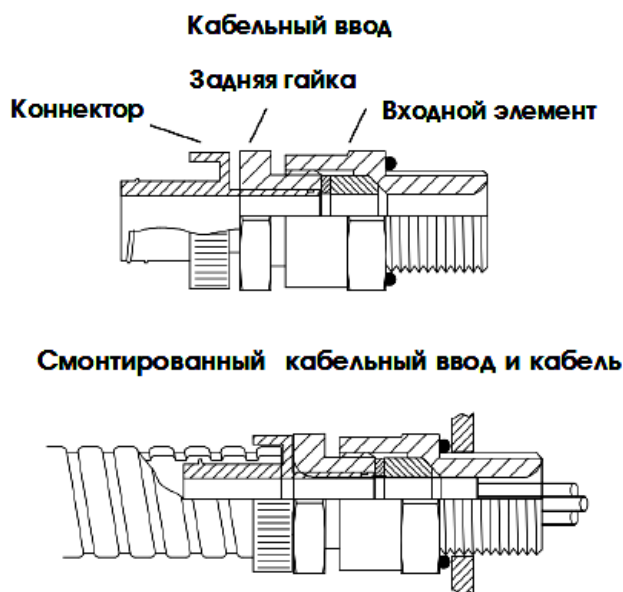

Рисунок 25 – Кабельный ввод
- 1) Закрепить входной элемент кабельного ввода в соответствующие отверстия в корпусе газоанализатора (см. рисунок 25). Затянуть вручную, затем закрутить с помощью гаечного ключа. Усилие затяжки кабельного ввода при монтаже 32,5 Н*м;